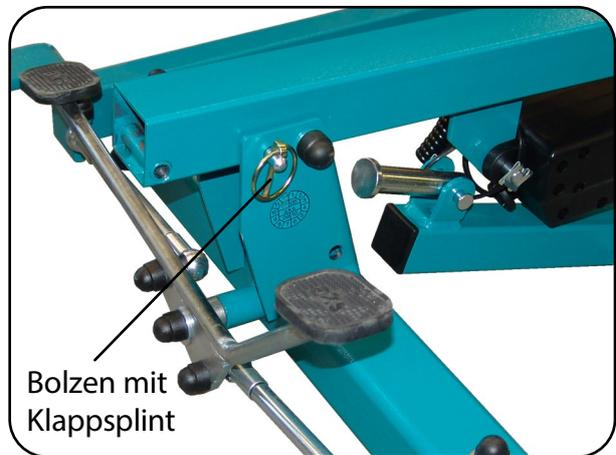

Abb. 6.2.02 – Standmastaufnahme
4. Entfernen Sie den Klappsplint und danach den Bolzen aus der Bohrung zur Transportsicherung an der Standmastaufnahme (Abb. 6.2.02).